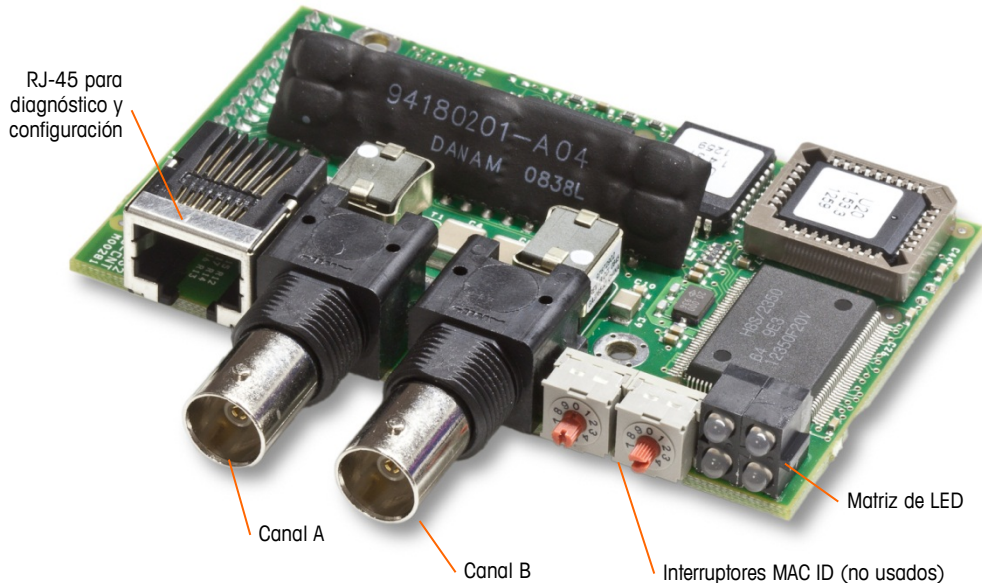

Figura 2-59: Conexiones y componentes del módulo PLC de ControlNet
El módulo de PLC de ControlNet (Figura 2-59) se conecta con la red ControlNet a través de una conexión y cable de caída de voltaje desde el cable de enlace original. Esta opción es para una conexión o dos (para redundancia). El canal A es la conexión normal y el canal B (redundante con el canal A) puede usarse si ControlNet no detecta señal en el canal A. Note que la dirección del módulo se establece en el software, y los interruptores de identificación MAC indicados en la Figura 2-59 no se usan.
- **No conecte un cable Ethernet en el conector RJ-45 que se muestra a la izquierda en la Figura 2-59. Esta conexión no se usa.**